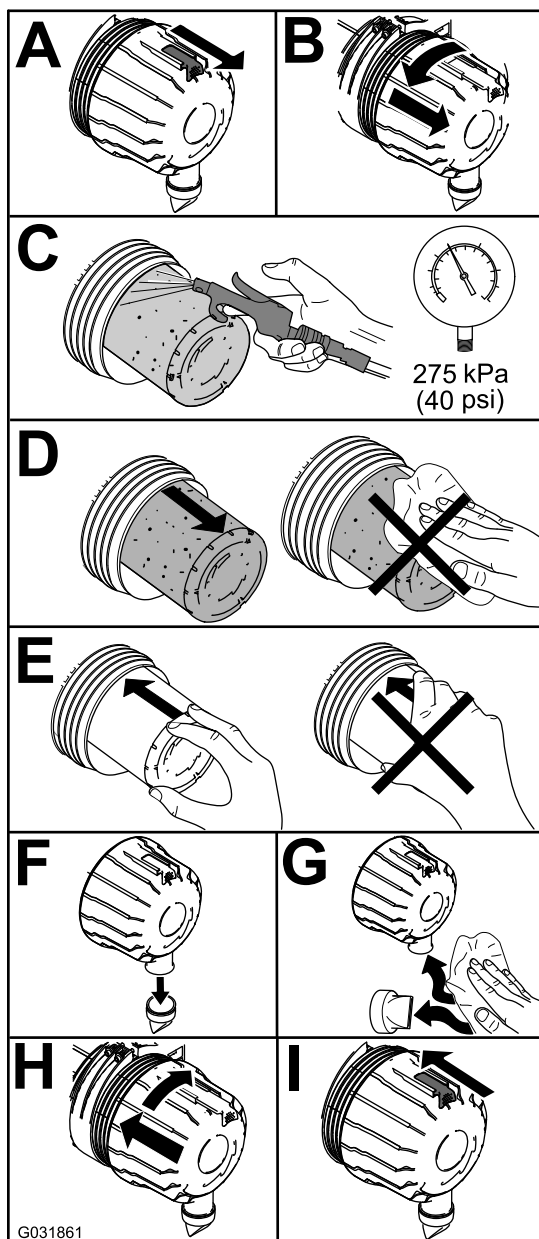

Figura 68
1. Substitua o filtro de ar (Figura 68).